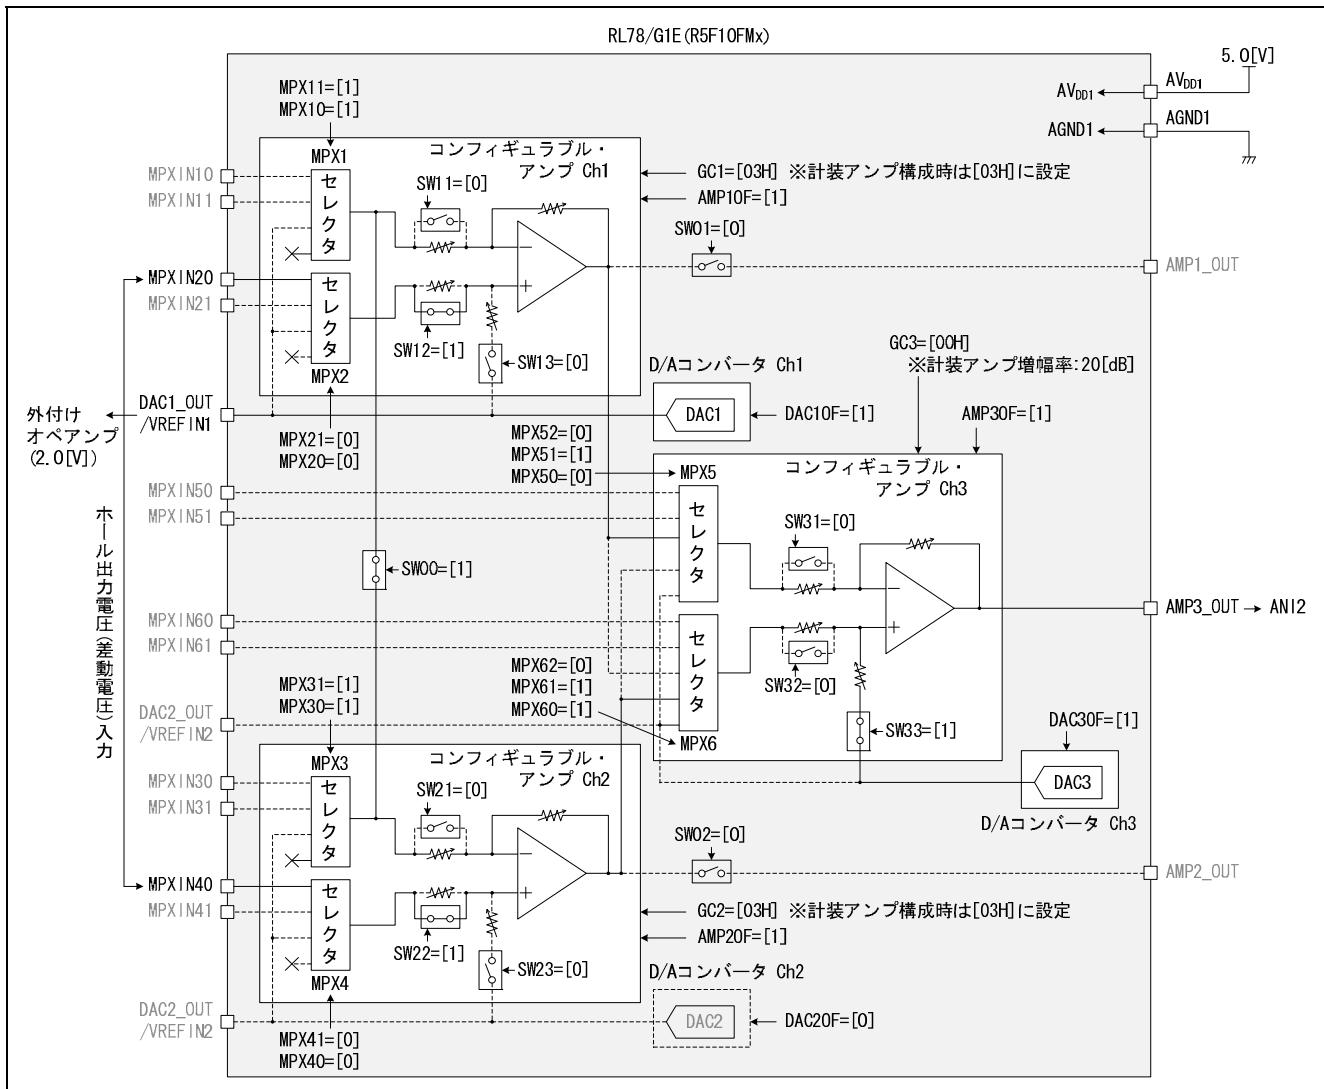

図 6.2 コンフィギュラブル・アンプ(計装アンプ構成)のブロック図
- コンフィギュラブル・アンプを計装アンプ構成として使用する場合のブロック図を図 6.2に示します。